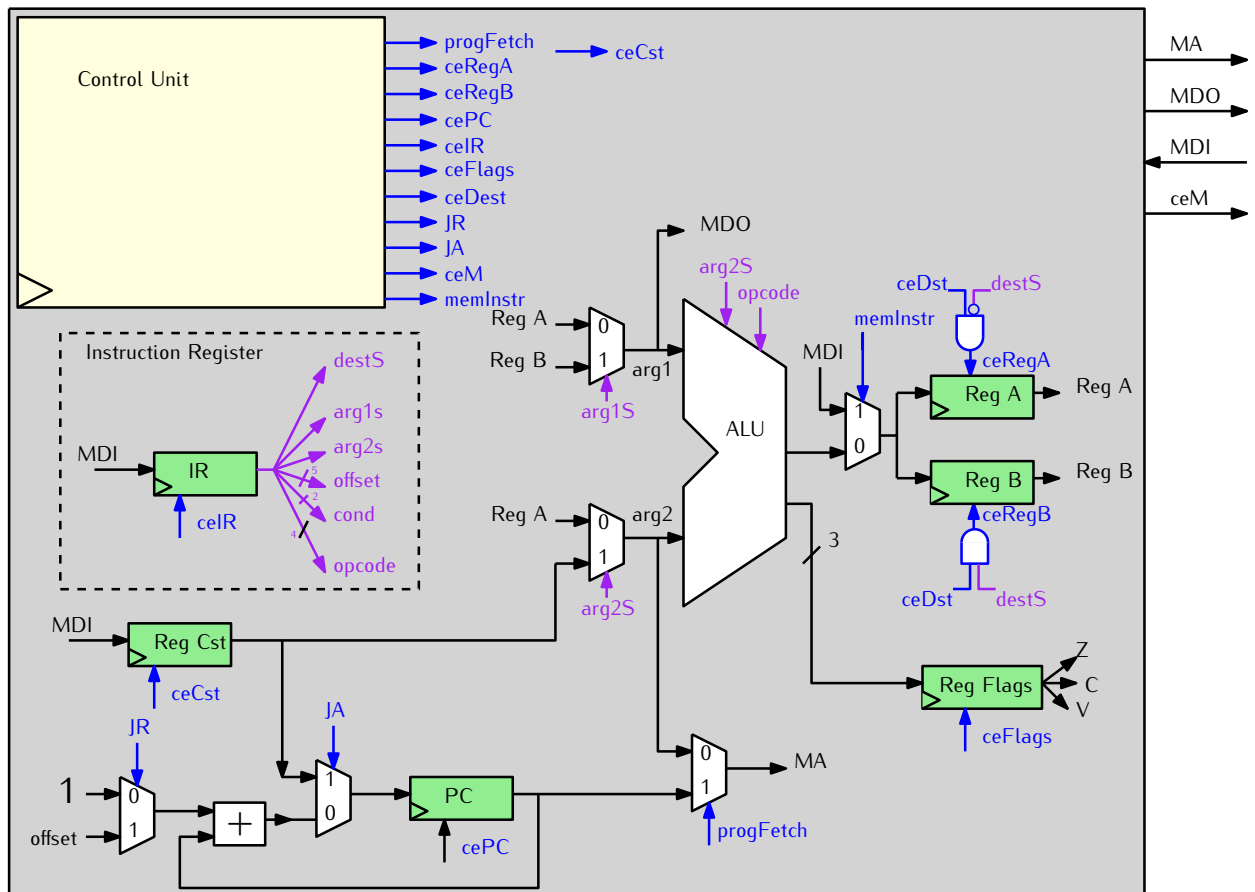
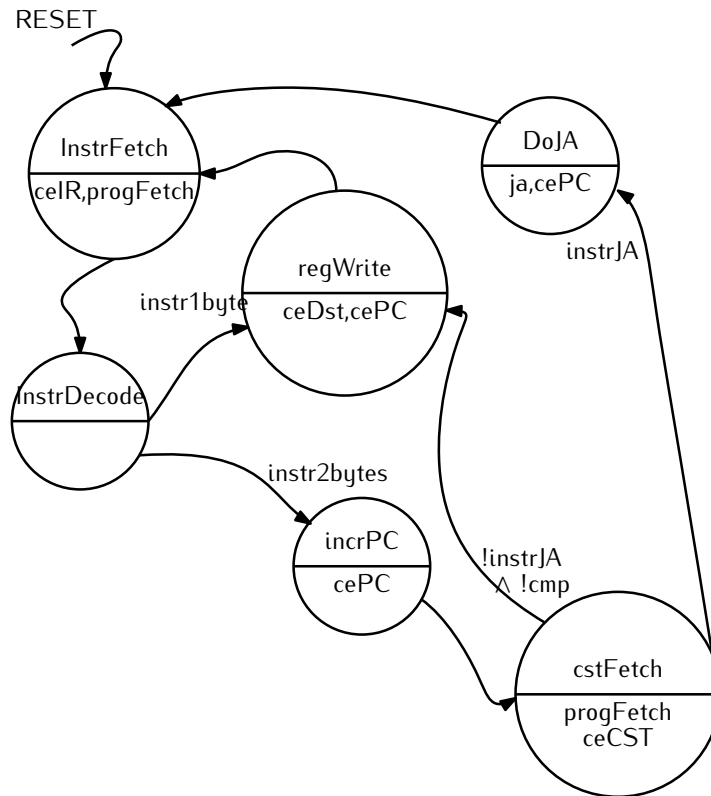

FIGURE 1 – Le datapath de la micro-machine.
FIGURE 2 – Automate de la version initiale de notre micro-machine Digital.
Intéressons nous maintenant à la machine qui va exécuter cet assembleur. Nous présentons Ici le *datapath* de la micro-machine (Fig. 1). Pour l'instant on ne peut pas comprendre complètement ce *datapath* mais on peut en comprendre certaines parties.
Étudions maintenant un peu plus en détail l'architecture de l'unité de calcul de la micro-machine de la Fig. 1.
L'automate de contrôle (correspondant à la boîte *Control Unit* sur la Fig. 1) est représenté en Fig. 2. On voit que cet automate comprend 6 états nommés *InstrFetch*, *InstrDecode* (correspondant aux notions de *Fetch* et *Decode* vues en cours), *regWrite* (correspondant au *Write Back*), *incrPc* (qui permet d'incrémenter PC pour lire une constante), *cstFetch* (qui charge une constante) et *DoJA* (qui exécutera l'instruction de saut absolu JA).
- **MM Control Unit** : L’unité de contrôle ou décodeur d’instruction, qui implémente l’automate représenté en Fig 2 (et qui est aussi représenté par le bloc `Control Unit` sur la Fig. 1).
- **MM DataPath** : le chemin de donné, représenté en Fig. 1.
QUESTION 6 ► Faites le lien entre le fichier `mm-minimale.dig` et les figures 1 et 2. En particulier, vous prendrez soin de repérer l’ALU, l’automate de contrôle, les registres `A`, `B`, `PC` et `Reg Cst`.
- Suivez les transitions d'état sur le dessin de la figure 2.